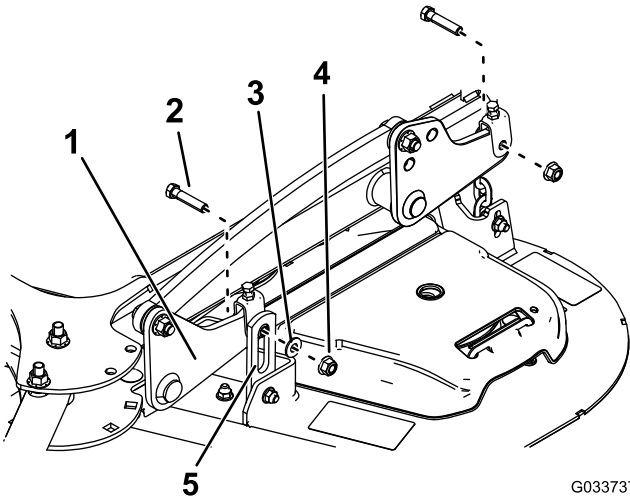

**Figura 86**
5. Retire los 2 pernos, las 2 tuercas y la arandela que conectan los ganchos de la carcasa de corte con las placas de elevación para ambos lados de la carcasa de corte (Figura 85 y Figura 86).
**Nota:** Coloque los soportes de ganchos delanteros del exterior de los brazos de elevación delanteros para carcasas de 132 cm (52") (Figura 85). Coloque los soportes de ganchos delanteros del interior de los brazos de elevación delanteros para carcasas de 152 cm (60") (Figura 86).